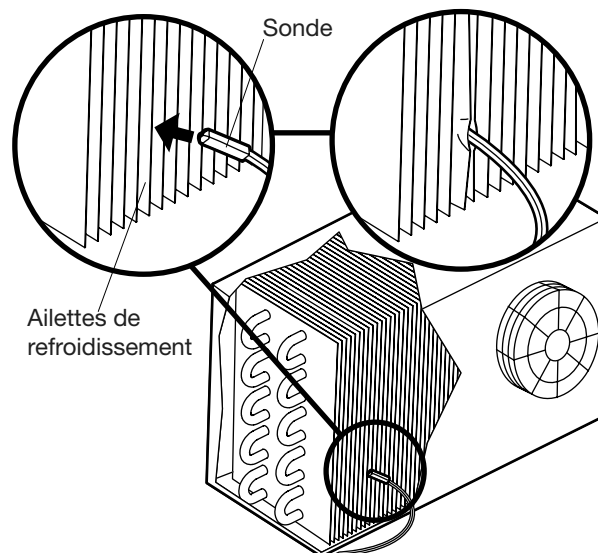

FIG. 9 Insertion de la sonde à thermistance entre les ailettes de refroidissement de l'évaporateur
- Insérer la sonde entre les ailettes de refroidissement, comme illustré à la FIG. 9. S'assurer du bon contact entre la sonde et l'un des tubes de l'évaporateur. Ensuite, en utilisant une pince à bec effilé, pincer soigneusement les ailettes de refroidissement pour maintenir fermement la sonde en place.